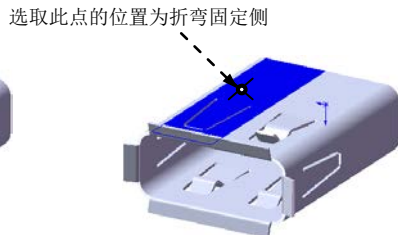

图 10.64 固定侧的位置
(3) 定义绘制的折弯参数。在图 10.64 所示的位置处单击, 确定折弯固定侧; 在 **折弯位置:** 选项项中选取“折弯在外”按钮 , 并在  文本框中输入角度值 90; 取消 ☐ **使用默认半径(R)** 复选框, 在  文本框中输入折弯半径值 0.5。
(4) 单击  按钮, 完成绘制的折弯 10 的创建。